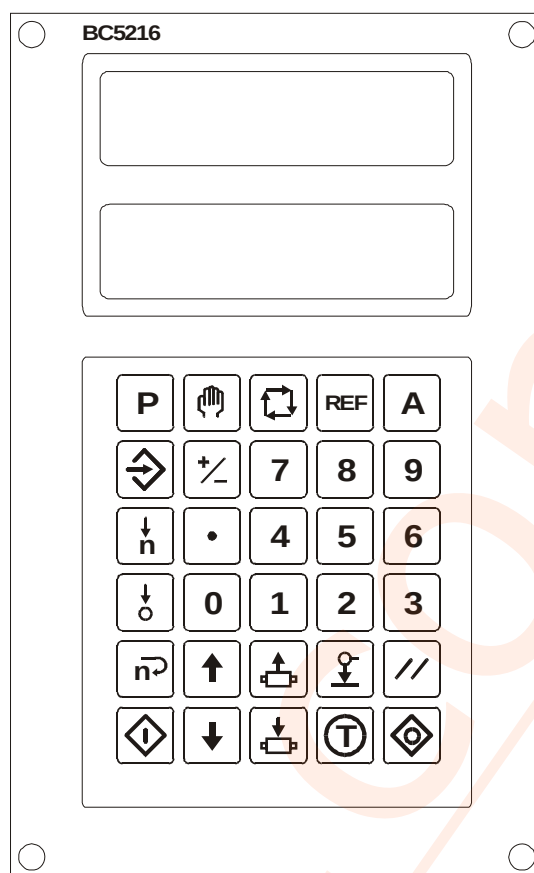

Рис.3.1.
3.2. На лицевой панели пульта управления УЦИ (см.рис.3.1) расположены клавиатура, двухстрочное жидкокристаллическое индикаторное табло (в дальнейшем ЖКИ) оперативной информации состояния УЦИ и светодиодное индикаторное табло (в дальнейшем - ИТ) текущего значения отсчета.